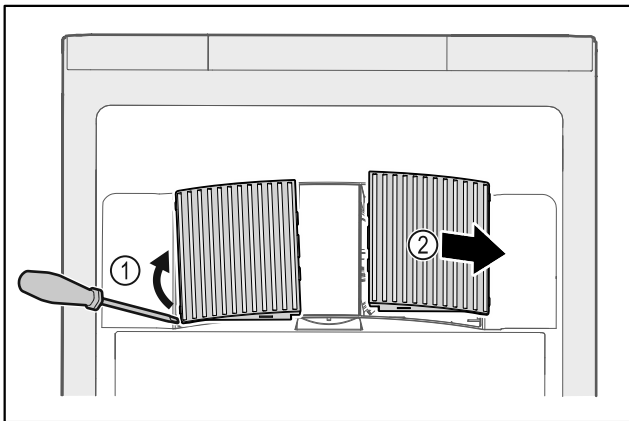

Fig. 59
- ▶ Óvatosan fessegesse le a ventilátor burkolatait oldalról Fig. 59 (1), és emelje le őket előre Fig. 59 (2).